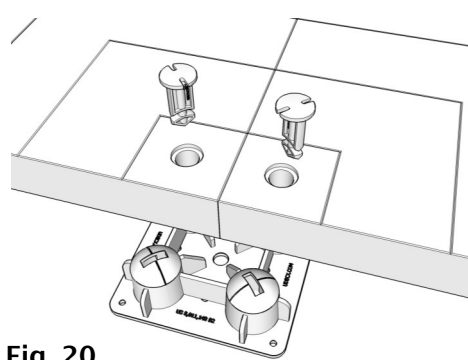
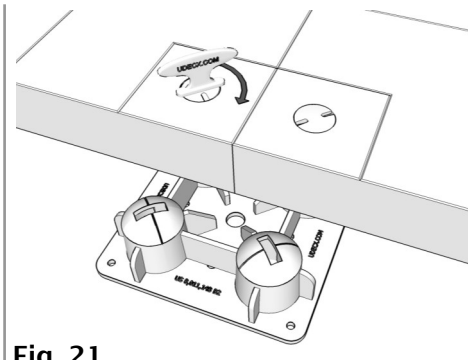

Fig. 20
Fig. 21
10. Inserte 4 Cam Locks (C) dentro de los camways del Cam dentro del PAD (B) (Fig.20) y asegúrelos usando su Lock Tool (E) (Fig.21)